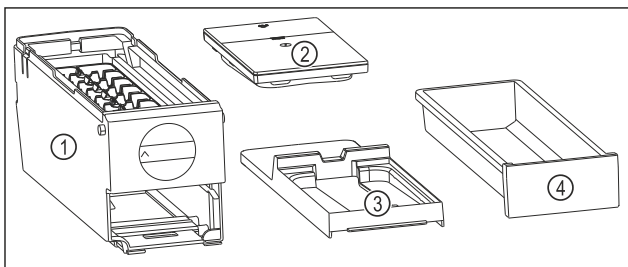

Fig. 80 Composants de l'EasyTwist-Ice
- ▷ L'EasyTwist-Ice est démonté en quatre parties. (voir Fig. 80)
- ▶ Ne démonter l'EasyTwist-Ice que de la manière illustrée. (voir Fig. 80)
- ▶ Nettoyer le corps de l'EasyTwist-Ice Fig. 80 (1) dans son ensemble.